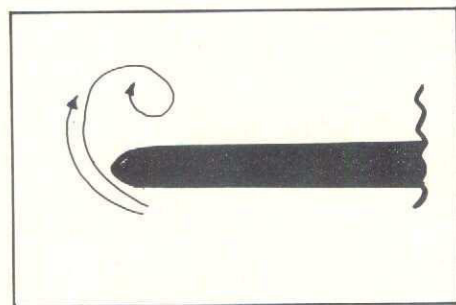

Fig 2. Vingen sedd framifrån.
5. Räkna ut vingens inducerade motstånd C_{w_i} (se teckenförklaring). Förklaring se fig. 2 (föres in i tabellen).